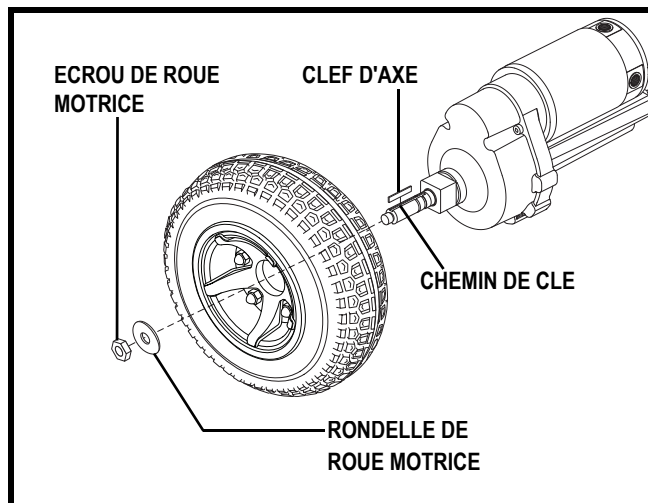

Figure 25. Enlèvement de la roue motrice
4. Retirez l'écrou et la rondelle de roue motrice sur l'essieu. See figure 25.
9. Remettez la roue en place. Assurez-vous que la clé est bien ancrée dans la rayure de clé. See figure 25.